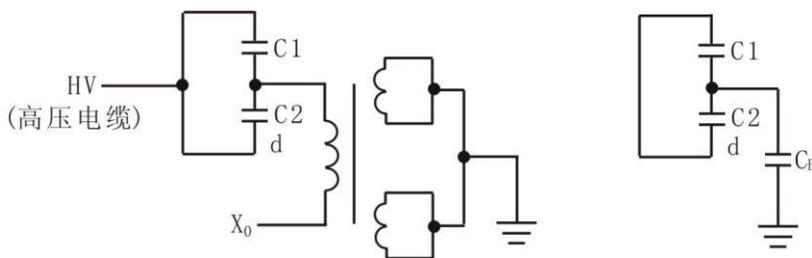

图 10 CVT 中压互感器（反接法）
(2) 测量 CVT 中压互感器 $\text{tg } \delta$ (见图 10)
如图 10 所示，用反接线方式测量，将 C2 末端 δ 与 C1 首端相连后，用高压电缆接仪器 HV 端，Xo 悬空，中压互感器二次线圈短路接地。